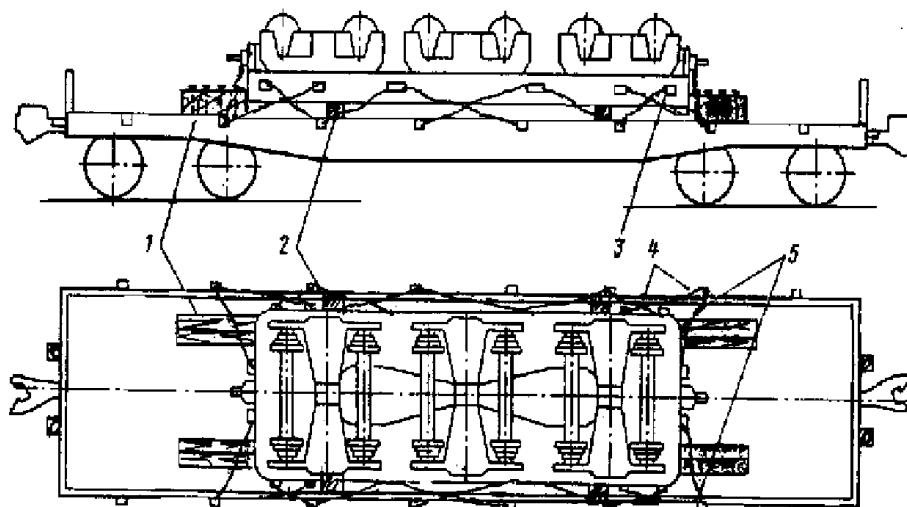

Рисунок 212
13.2. Шестиосную тележку для изложниц устанавливают вверх колесами на две поперечные подкладки, уложенные на расстоянии 4500 мм друг от друга, симметрично относительно поперечной плоскости симметрии платформы (рисунок 212). Подкладку размерами 80x150x2700 мм крепят к полу платформы восемью гвоздями диаметром 6 мм и длиной 150 мм. Тележку крепят по торцам восемью упорными брусками размерами 150x150x1000 мм, каждый из которых крепят к полу платформы двенадцатью гвоздями диаметром 6 мм и длиной 200 мм. Раму тележки крепят к стоечным скобам платформы шестнадцатью продольными и четырьмя поперечными растяжками из проволоки диаметром 6 мм в восемь нитей. Растяжки крепят за отверстия в раме тележки либо за специально приваренные уголки 75x75 мм длиной 100 мм. Уголки приваривают по всей их длине к предварительно зачищенным поверхностям сварочным швом с катетом 8 мм. Крепление растяжек за боковины или колесные пары тележек не допускается.